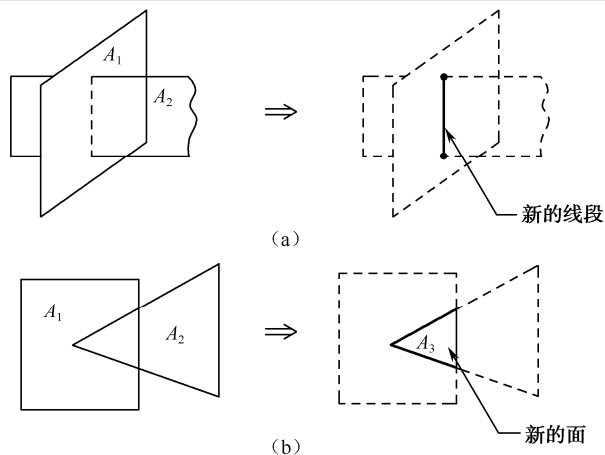

图 2-3 两面相交示意图
(2) 两面相交：得到新的面或线，其示意图如图 2-3 所示。